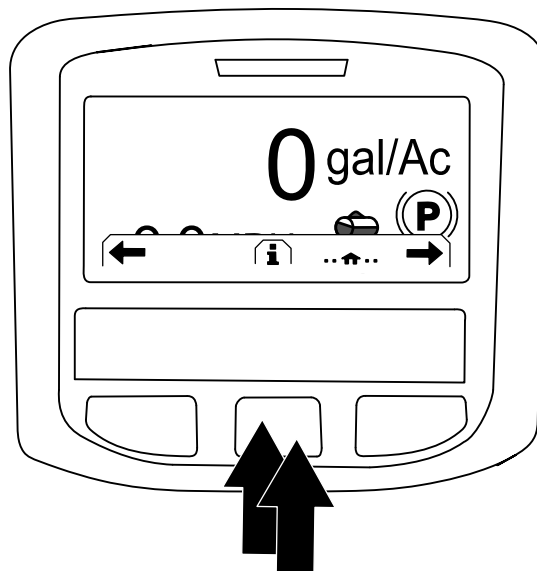

Figura 225
2. En la pantalla de Inicio, pulse el botón central del InfoCenter para acceder a la pantalla de navegación (Figura 225).